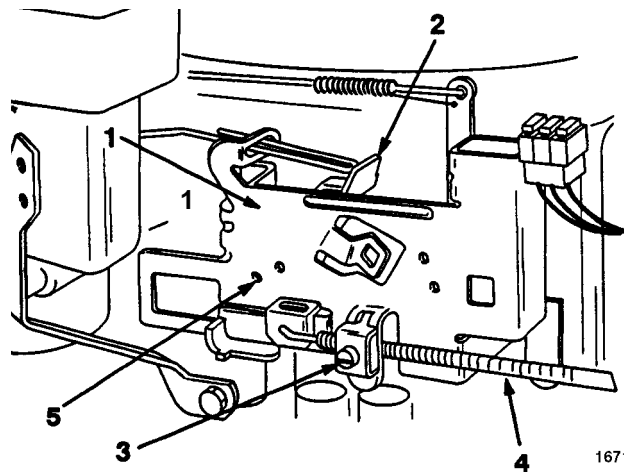

Fig. 25
- B. La leva dell'acceleratore è in posizione "FAST", ed i fori indice nella leva di comando del regolatore e la piastra del regolatore devono essere allineati (Fig. 25). Se non fossero allineati, vedi procedura di registrazione al punto 4.
- B. Allentate il morsetto serrafilo del comando dell'acceleratore finché non riuscirete a spostare il tubo di rivestimento per cavo del comando dell'acceleratore (Fig. 25).
- C. Spostate il tubo di rivestimento per cavo del comando dell'acceleratore fin quando i fori indice della leva di comando del regolatore e la piastra del regolatore non saranno allineati (Fig. 25). A questo punto serrate le viti del morsetto serrafilo.